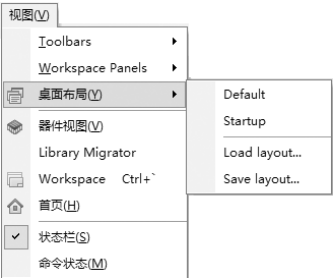

图 1-12 “桌面布局”命令子菜单
② “Help”（帮助）命令：用于控制帮助面板的打开与关闭。
③ “Instruments”（设备）命令：用于控制设备机架面板的打开与关闭，其中包括 Nano-board Controllers（控制器）、Soft Devices（软件设备）和 Hard Devices（硬件设备）3 部分。
④ “System”（系统）命令：用于控制系统工作面板的打开和隐藏。其中，“库”、“Messages”（信息）、“Files”（文件）和“Projects”（工程）工作面板比较常用，后面章节将详细介绍。
⑤ “Other”（其他）命令：介绍其他命令，如“OpenBus 调色板”命令。
(3) “桌面布局”命令：用于控制桌面的显示布局，其子菜单如图 1-12 所示。
① “Default”（默认）命令：用于设置 Altium Designer 17 为默认桌面布局。
② “Startup”（启动）命令：用于当前保存的桌面布局。
③ “Load layout”（载入布局）命令：用于从布局配置文件中打开一个 Altium Designer 17 已有的桌面布局。
④ “Save layout”（保存布局）命令：用于保存当前的桌面布局。